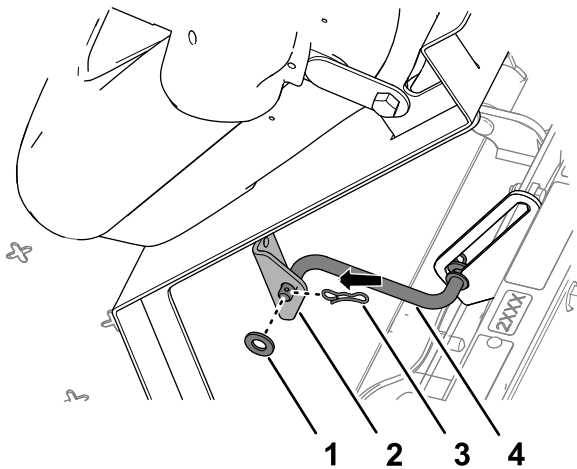

Bild 221
- Montieren Sie die Stützstange mit der Scheibe und dem Splint an der Halterung (Bild 221).